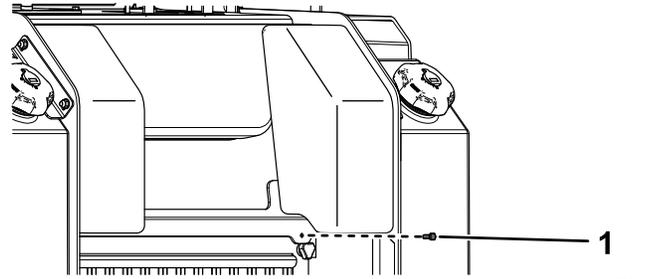

Рисунок 41
- Снимите фиксатор (Рисунок 41).
- Чтобы получить доступ к внутренним компонентам, поднимите заднюю крышку доступа и зафиксируйте ее подпорной штангой (Рисунок 41).